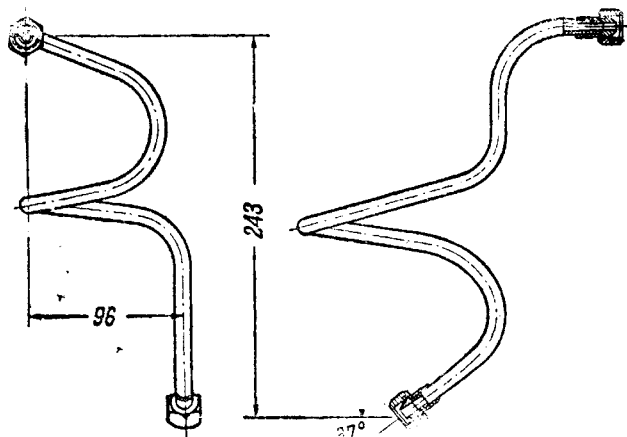

Рис. 24. Изменённый изгиб трубки рубашки блока цилиндров двигателя АЕС А190
9. Выпрями виток трубки и придай ей форму, как показано на рис. 24; утепли трубку войлоком или сукном.